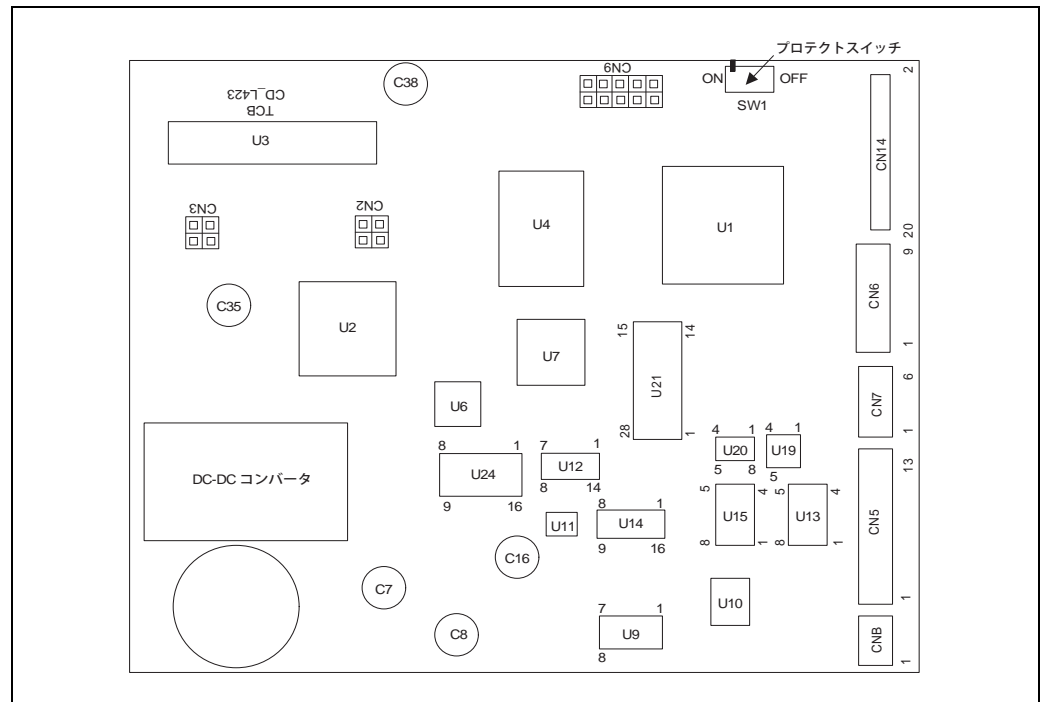

図 29: CPU ボード TCB
- ・CPU ボード (TCB、図 29 参照) 上のプロテクト SW を ON にすると、EEROM の書き込みが禁止となり対象となるデータが変更できなくなります。